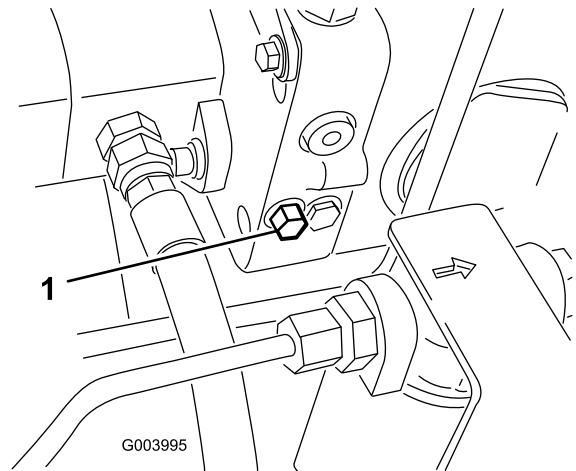

Figure 36
1. La vanne de dérivation est située du côté gauche de l'hydrostat (Figure 36). Tournez le boulon une fois et demie pour ouvrir la vanne et permettre la dérivation interne de l'huile. Il est alors possible de déplacer la machine lentement sans endommager la transmission.